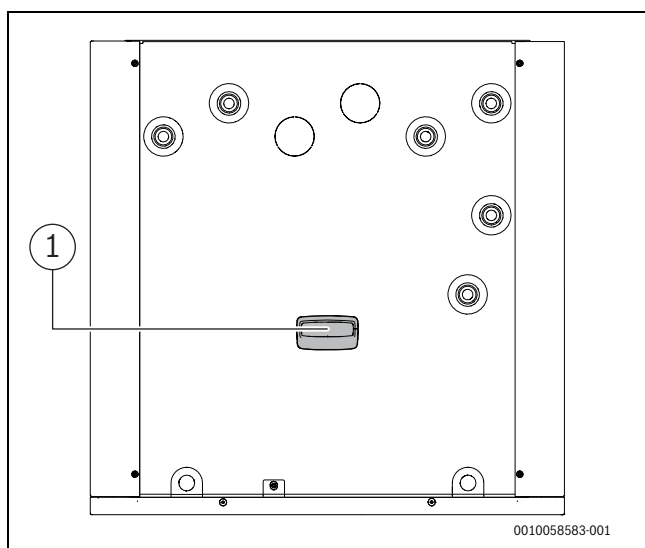

Fig. 14 Placement Connect-Key
- Placer le module dans le support (→ [1], figure 14). Une LED clignote s'il est correctement inséré.